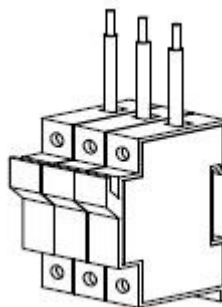

Figura 3-10: Suportes de fusível com a fiação
- b) Insira uma das extremidades de cada fio no topo dos suportes de fusível (veja a figura 3-10).